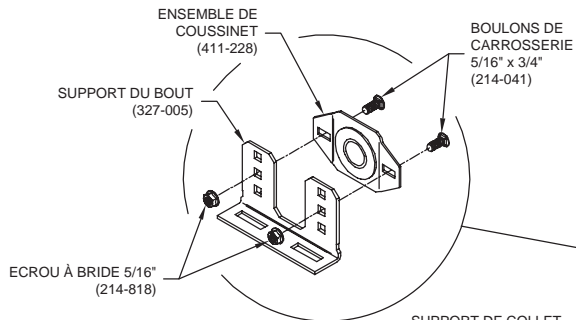

FIGURE 20
26) Assemblez le coussinet à bride au support du bout avec deux (2) boulons de carrosseries 5/16 x 3/4" et l'écrou-bride, voir figure 20.